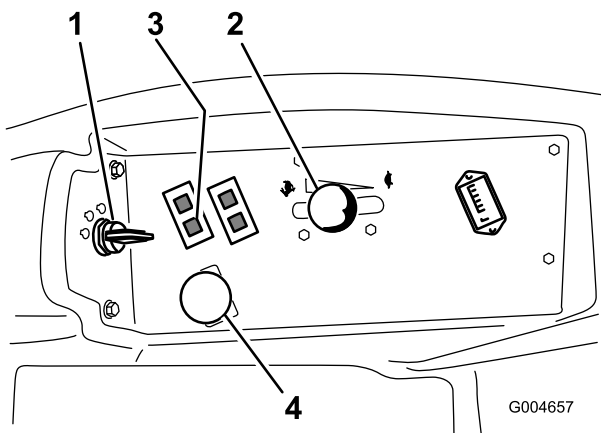

図 15
- PTOスイッチをOFF位置にする 図 15。
- スロットルレバーをFastとSlowの中間にセットする 図 15。